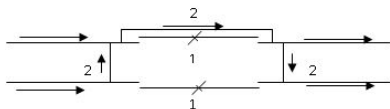

图 2
①首先对安设连接线处所除锈，做到除锈彻底。在同一地点同时更换两股钢轨时，无论该地段接触网是否停电，换轨前必须在被换钢轨两端的左右轨节间横向各设一条截面不小于 70mm^2 的铜导线，在被换一股钢轨两端轨节间纵向安装一条截面不小于 70mm^2 的铜导线。导线两端用夹子牢固夹持在相邻的轨底上，如下图 2。作业完毕后方准拆除接地线和导线。未按规定执行扣 10 分。